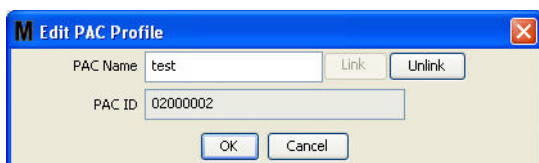

FIG. 117
- Het scherm voor bewerking van de PAC zoals in FIG. 117 wordt weergegeven. Om de naam van de PAC te wijzigen, geeft u een nieuwe naam op in het veld PAC-naam en klikt u op OK om het scherm te sluiten en de wijzigingen op te slaan.